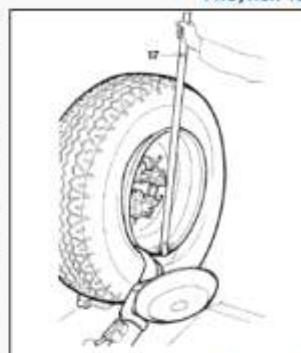

Рисунок 17
- вращайте колесо и одновременно проталкивайте съемный рычаг между ободом и бортиком, пока он не зацепится за бортик (см. рис. 17).
- вставьте рычаг 17 (рис. 17) между ободом и бортиком справа от съемного рычага.
- вставьте рычаг 17 (рис.17) между диском и бортиком сплошь от съемного рычага.